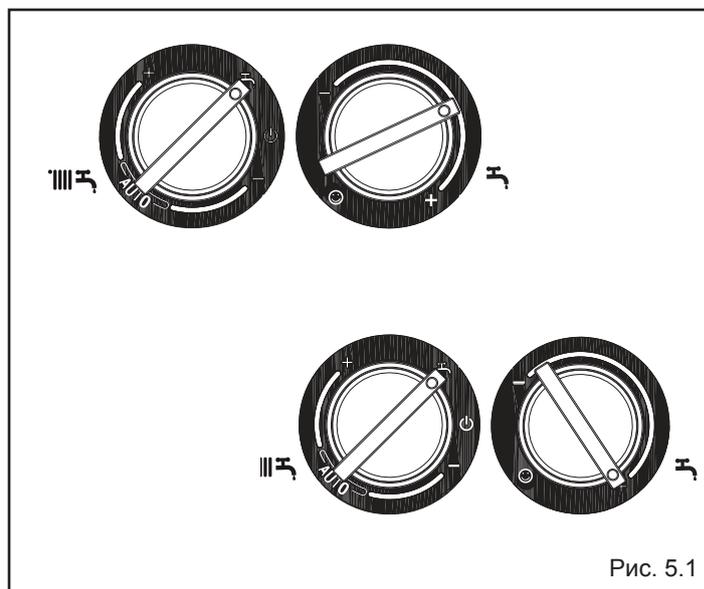

Рис. 5.1
- установите переключатель режимов работы режим «лето» «☀» (рис. 5.1)
- установите регулятор температуры в контуре ГВС (рис. 5.1) на максимальное значение.
- Откройте кран подпитки (рис. 5.1а) и держите его открытым до тех пор, пока давление не поднимется до уровня от 1 до 1,5 бар.
Рис. 5.1а